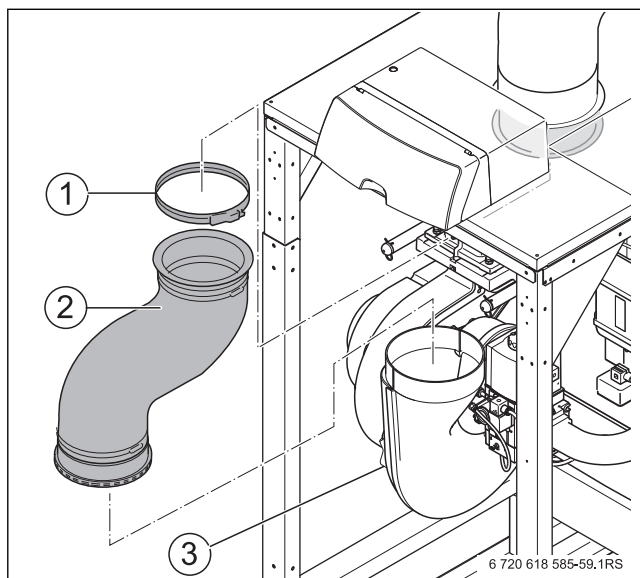

Bild 48 Zuluftschlauch lösen
- ▶ Zuluftschlauch zwischen Zuluftsammler und Adapter an der Spannschelle lösen (→ Bild 48, Seite 36).
- ▶ Zuluftschlauch mit Stutzen vom Zuluftsammler abziehen (→ Bild 48, Seite 36).